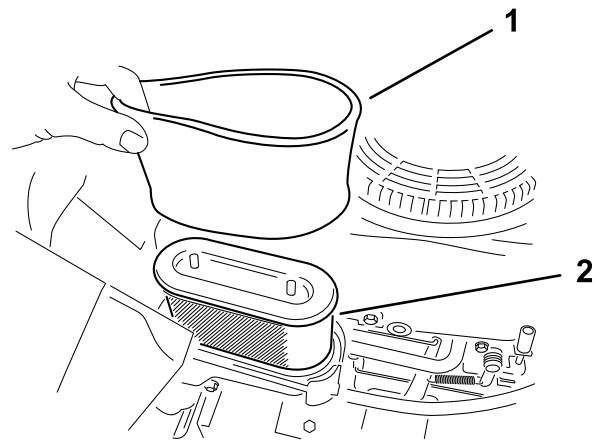

Figure 32
5. Retirez avec précaution les éléments en mousse et en papier du boîtier du filtre à air (Figure 32).
Remarque: Remplacez-le s'il est très encrassé (Figure 32).
1. Montez l'élément en mousse sur l'élément en papier (Figure 32).